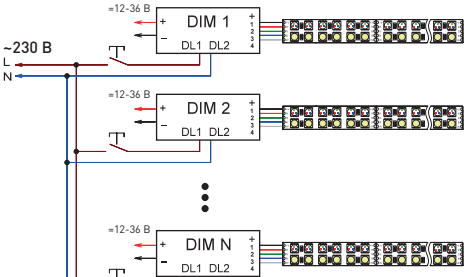

Рисунок 3. Использование управления PUSH DIM
3.14. При необходимости можно использовать режим управления PUSH DIM [Рис. 3].